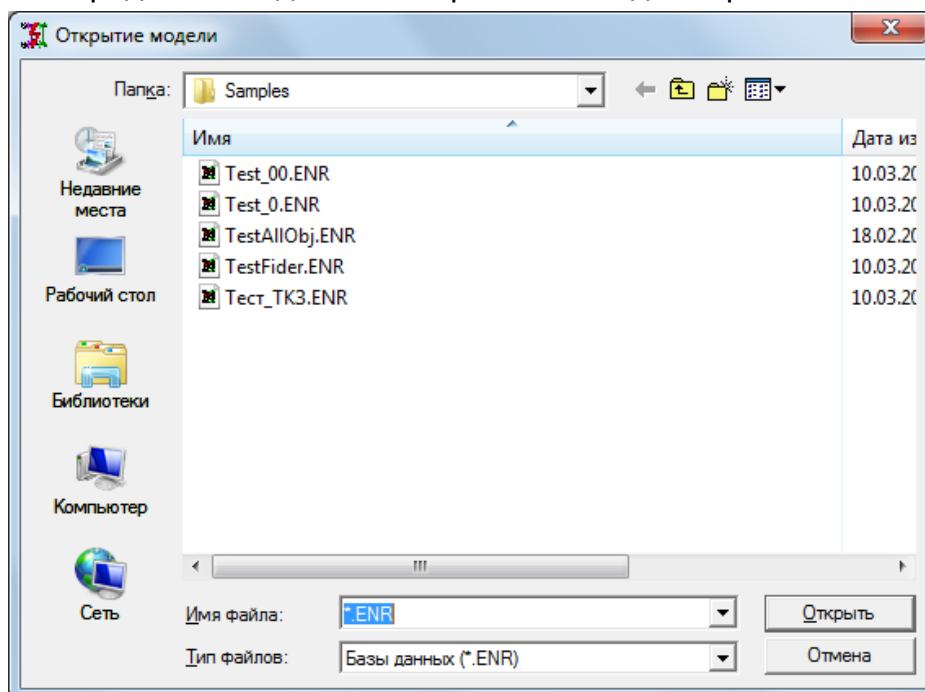

Рис. 9 Окно выбора файла
**Открыть** – производится открытие ранее созданного файла БДМ, при этом, в стандартном окне предлагается выбрать имя загружаемого файла с диска. Если эта команда выбрана в процессе работы с открытым файлом БДМ, то вначале предлагается сохранить открытый файл. Файл модели выбирается с использованием окна Рис. 9. Начиная с версии 3.5.0.305, в БД модели внесены структурные изменения. Создан локальный справочник модели, который повторяет структуру внешнего справочника, но содержит только элементы, использованные в модели. Это изменение позволяет передавать модель без справочника одним файлом.